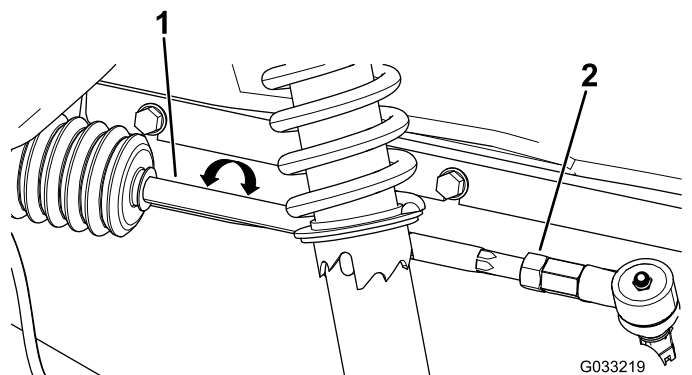

Bild 115
1. Lösen Sie die Sicherungsmuttern am äußeren Ende der Zugstangen (Bild 115).